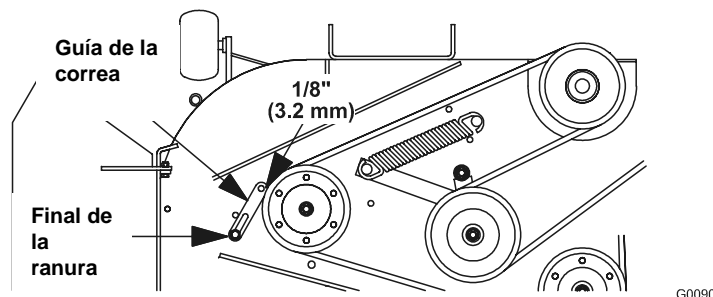

FIGURA 9
- b) Asegúrese de que el centro de la cabeza del perno de la polea con tensión de resorte, en el lado izquierdo de la plataforma del soporte del motor, esta posicionado al centro de los dos agujeros de alineamiento en el plato de soporte izquierdo (Vea Figura 9). Es necesario ajustar la tensión de la bando cuando el centro de la cabeza del perno esta al mismo o mas abajo del centro del agujero de abajo.